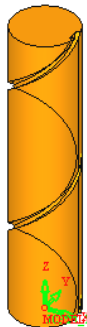

图 4-3 调入模型
2) 调入模型。单击窗口右侧“加工向导”工具栏上的“调入模型”按钮 ，选择“luozhu.elt”（“随书光盘：\Chapter04\4.1\uncompleted\luozhu.elt”）文件；单击“选择”按钮，此时模型会显示在图形区。单击“Feature Guide”对话框中的确定按钮 ，完成模型调入，如图 4-3 所示。